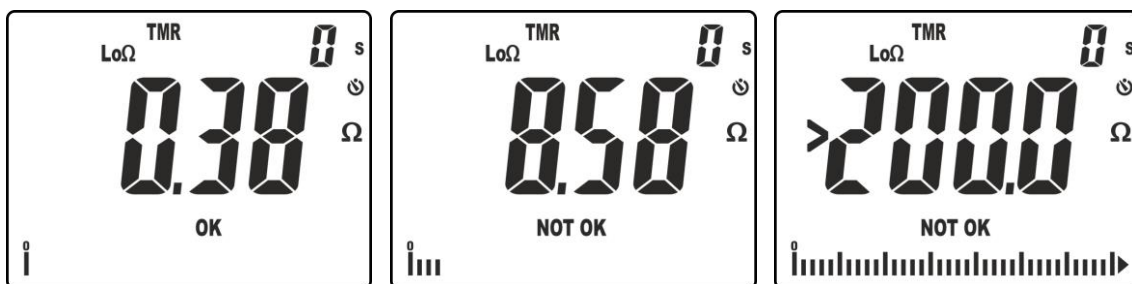

Abb. 31: Ergebnisse der Durchgangsprüfung im Betriebsmodus TMR
10. In der Abb. 31 – linke Seite wird ein positives Ergebnis "OK" vom Test angegeben (Wert niedriger als der eingestellte Grenzwert und Teststrom $>200mA$). In der Abb. 31 – Mitte wird ein negatives Ergebnis "NOT OK" vom Test angegeben (Wert höher als der eingestellte Grenzwert und Teststrom $<200mA$). In der Abb. 31 – rechte Seite wird ein negatives Ergebnis "NOT OK" vom Test angegeben, Messwert höher als der Messbereich (Symbol " >200.0 ").